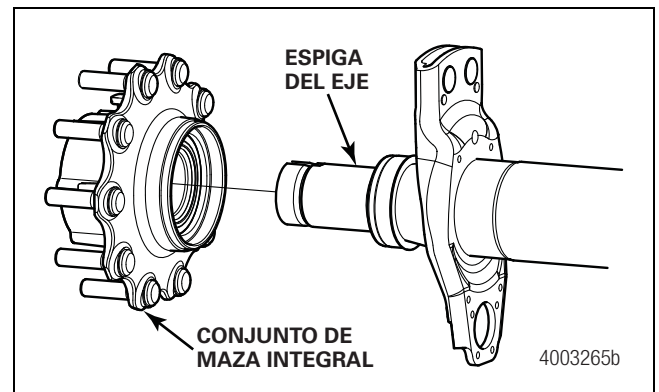

Figura 9.2
- En los ejes con extremos de rueda integrales, estos componentes vienen instalados como un conjunto. Figura 9.2.